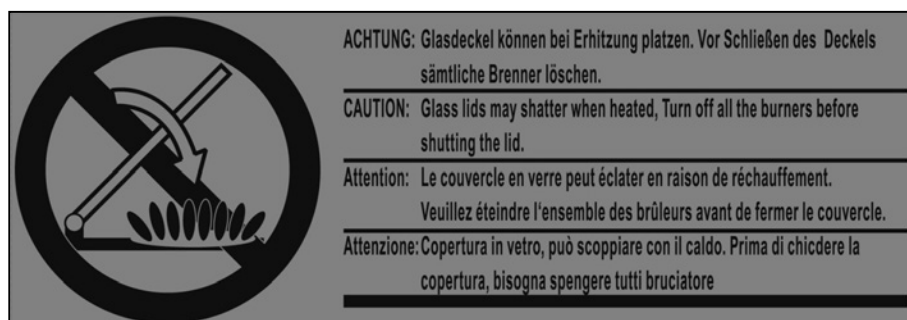

Fig. 148 Autocollant sur le réchaud
- Ne pas fermer le recouvrement du réchaud à gaz pendant que celui-ci est en marche. Sinon le recouvrement du réchaud à gaz risque de se fendre. Observer ce qui est écrit sur l'autocollant (Fig. 148).